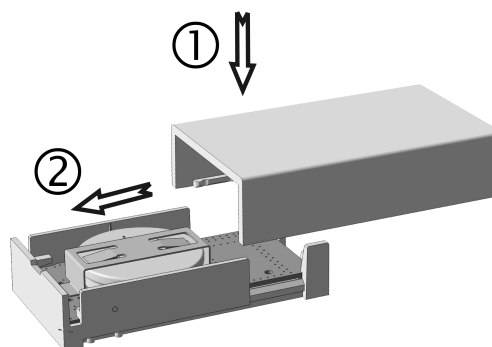

рисунок 6: Закрывание корпуса
- Снова надеть крышку корпуса и сдвинуть его до защелкивания (рисунок 6). Прибор готов к работе.